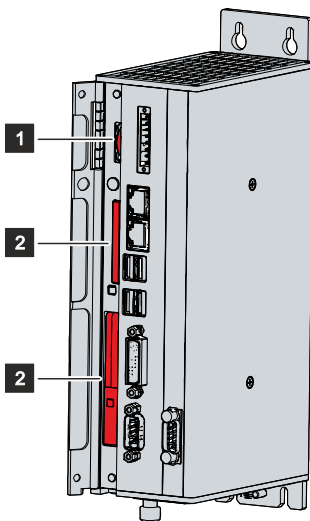

Abb. 23: Batterie und Speichermedien
Sie haben nun Zugriff auf Batterie (1) und Speichermedien (2) (siehe Abb. 23).